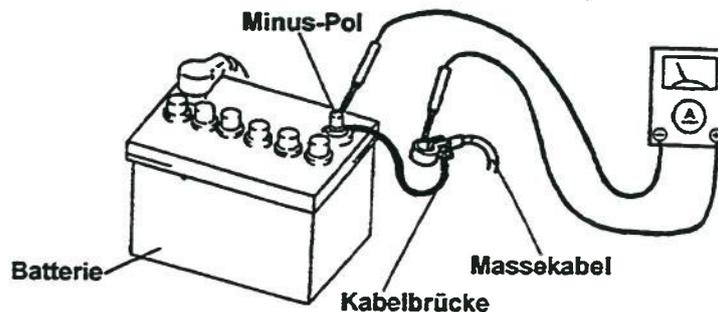

Bild 2
2.5 Das Massekabel vom Minuspol der Fahrzeugbatterie abklemmen. Das Fahrzeug ist jetzt noch über die Kabelbrücke an der Batterie angeschlossen (siehe Bild 2).
Den positiven Anschluß des Amperemeters mit dem Massekabel des Fahrzeugs und den negativen Anschluß mit dem Minuspol der Batterie verbinden (siehe Bild 2).